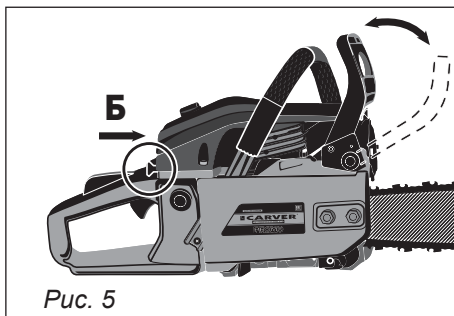

Рис. 5
6. Переведите рукоятку воздушной заслонки в положение «Б» - «рабочее положение», надавив на нее до упора (рис. 5).
запуске, повторите действие 10–15 раз, это поможет избавиться от излишков топлива в картере двигателя, установите свечу зажигания на место, переведите выключатель в положение «ВКЛЮЧЕНО», переведите воздушную заслонку в положение «ОТКРЫТО» *см. рис. 5 (Б)*. Не производите подкачку топлива с помощью праймера. Произведите запуск двигателя с помощью стартера. двигатель за пустится.